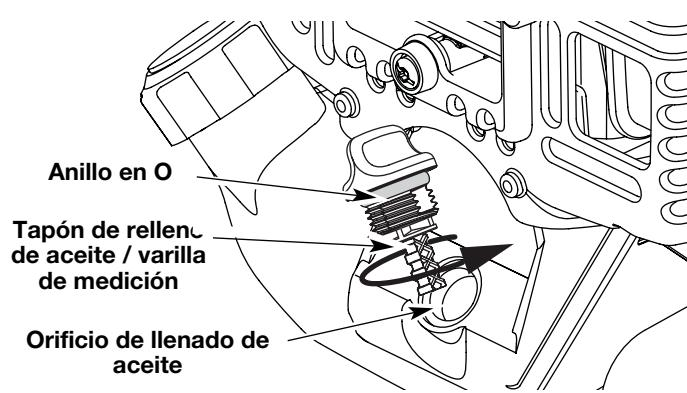

Fig. 25
6. Si el nivel está bajo, agregue una pequeña cantidad de aceite en el orificio de llenado de aceite y vuelva a medir (Fig. 25). Repita hasta que el nivel de aceite llegue hasta la parte superior de la varilla de medición.
NOTA: Verifique que el anillo en O esté en su lugar en el tapón de llenado de aceite / varilla de medición cuando mida y cambie el aceite (Fig. 25).